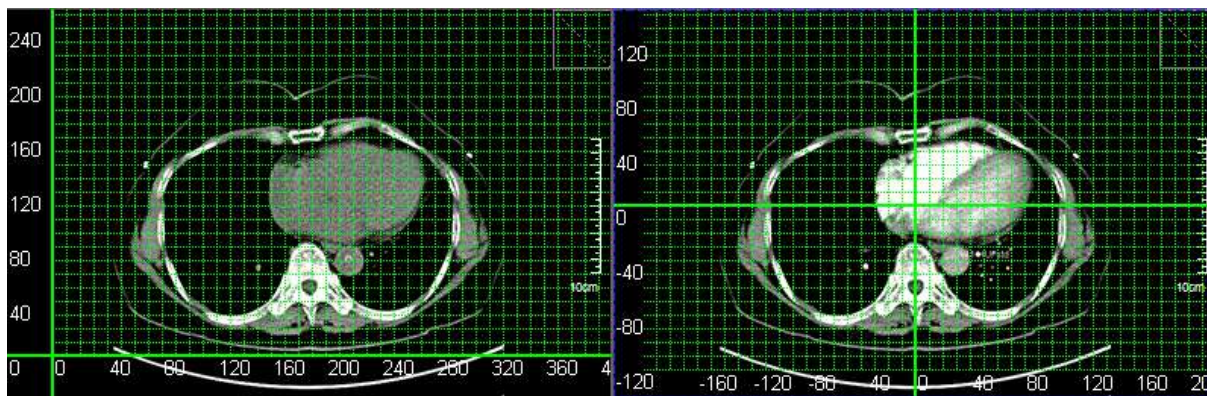

Рисунок6-21 Контрольные точки сетки (нижний левый угол и центр)
4. Пользователь может установить расстояние сетки и опорную точку сетки в раскрывающемся списке <Grid> /Сетка/, как показано на Рисунок6-21.